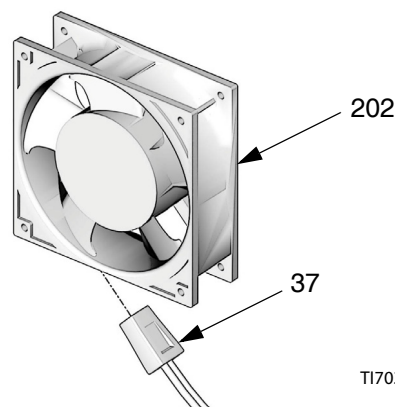

Рис.15. Вентилятор
- d. Отсоедините кабель (37) от вентилятора (202). См. Рис.15.